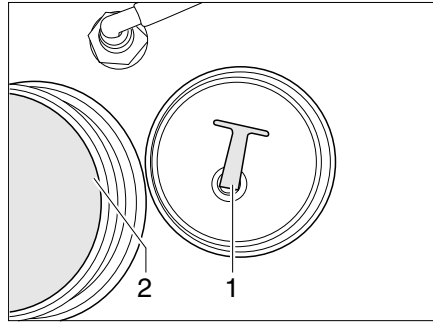

Bild 146 Wassertank
- Verschlussdeckel (Bild 146,2) am Wassertank abschrauben.
- Den Verschluss-Stopfen (Bild 146,1) aus der Ablassöffnung ziehen. Das Wasser läuft ab.